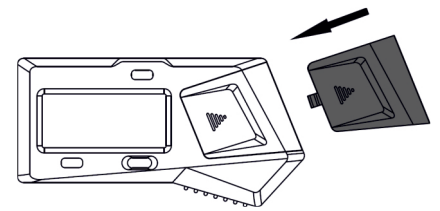

Abb. 3
- » Setzen Sie die Batteriestabilisierung wieder ein (Abb. 3).